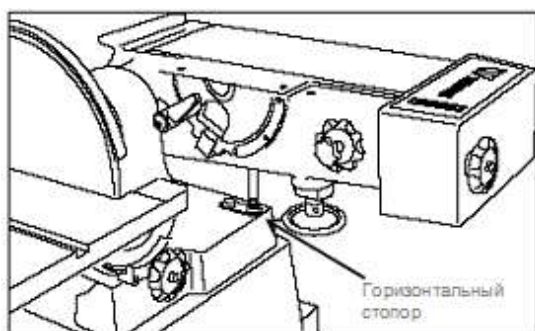

Рис. 3: Механизм ленты в горизонтальном положении (стол снят). Стол можно снять, оставить на месте или установить под нужным углом для удобства работы.
2. Перевести механизм ленты в горизонтальное положение до упора (Рис. 3).